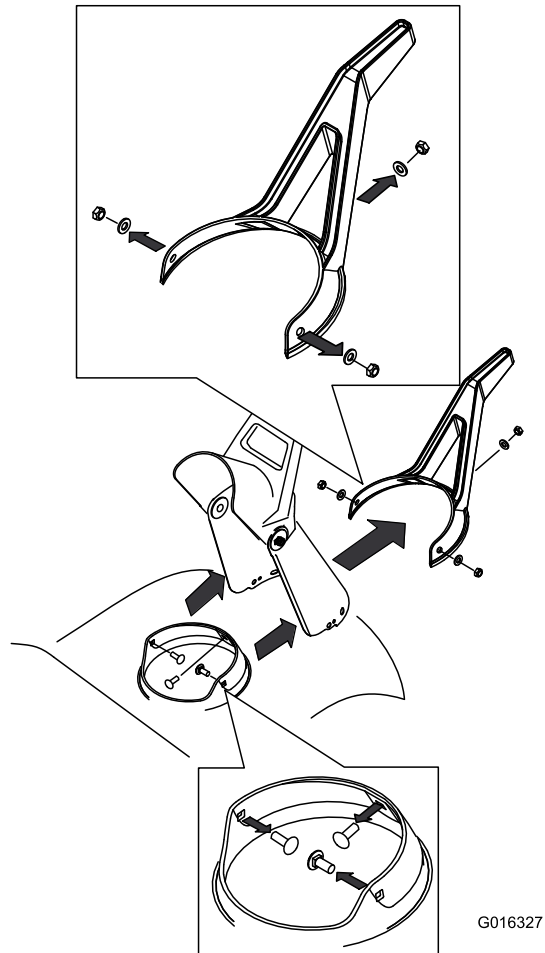

Figure 30
3. Retirez les trois vis de fixation de l'éjecteur, ainsi que les vis qui fixent son joint, afin de déposer l'éjecteur (Figure 30).